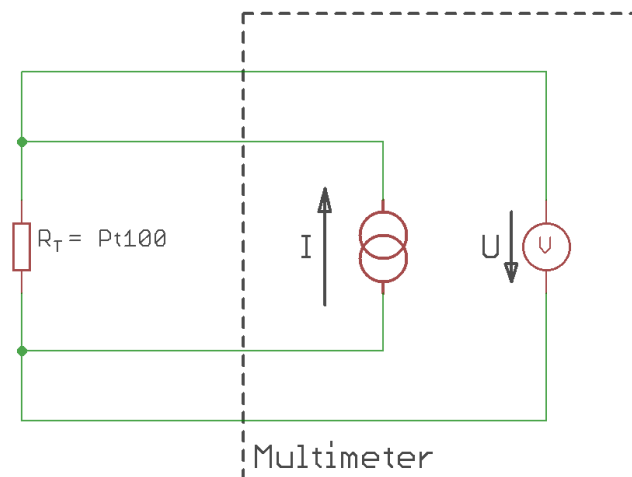

Abbildung 9: Widerstandsmessung in Vierleitertechnik mit dem Keithley DMM 199
Die Widerstandsmessungen der beiden Pt 100-Widerstandsthermometer erfolgen mit Hilfe der Vierleitertechnik, wie sie in Abbildung 9 dargestellt ist. Die Stromquelle befindet sich im Messgerät. Auf dem Display des Messgerätes wird der Messwert direkt in Ohm angezeigt.
- 3) Messen Sie direkt den Widerstandswert des Pt 100-Simulators mit dem DVM Keithley 199 in Vierleitertechnik (Abbildung 9).